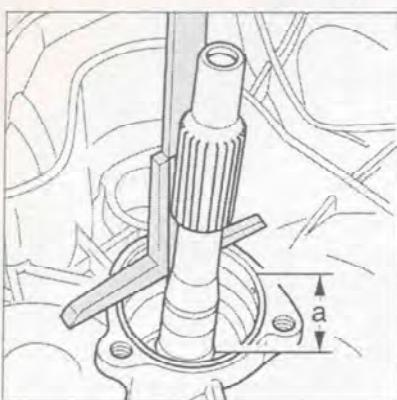

Рис. 7.92. Штангенциркулем измерьте расстояние *a* до нижней канавки под стопорное кольцо входного/первичного вала.
4. Штангенциркулем измерьте расстояние *a* до нижней канавки под стопорное кольцо входного/первичного вала (рис. 7.92). **Номинальное значение:** 28.5 мм.